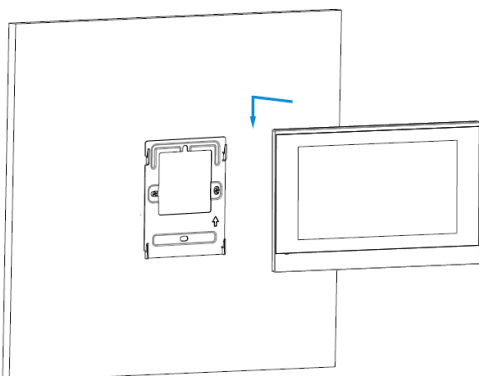

Figura 6: Montagem do dispositivo
8. Alinhe o dispositivo com o suporte de montagem na parede. Empurre para baixo para fixar bem o dispositivo (Figura 6).